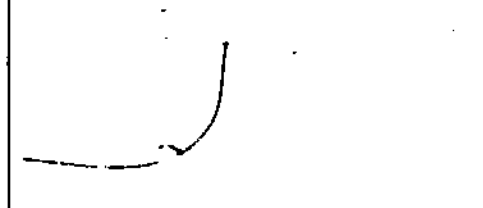

Рисунок 6. Обрежьте лигатуру
5. Обрежьте лигатуру вровень с разъемом. См. Рисунок 6.